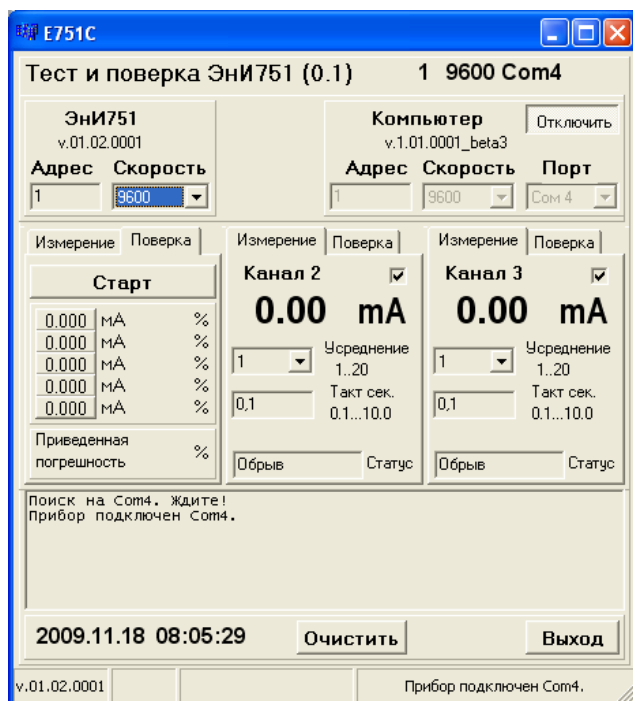
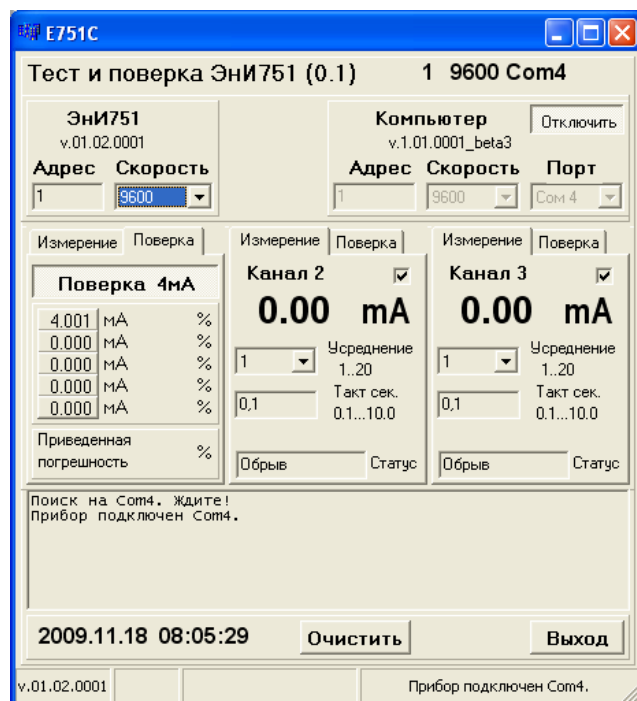
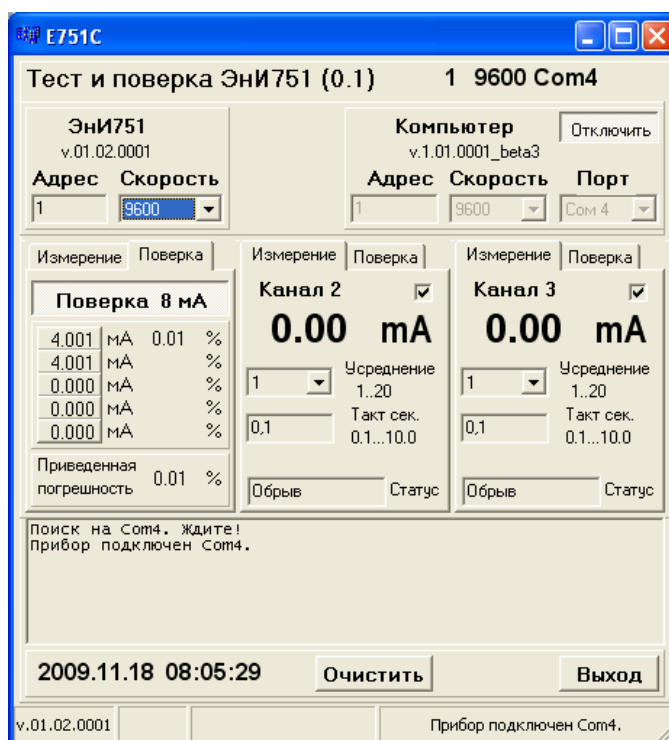

Рисунок 6 – Начало поверки ЭНИ-751
Рисунок 7 – Поверка текущей точки
Рисунок 8 – Результат расчета погрешности
9.8.7. При помощи прибора ИКСУ-2000 задать значение входного тока подключенного канала равным 4 мА, нажать кнопку «Старт» на вкладке «Поверка» (Рисунок 6) подключенного канала в окне компьютерной программы. На кнопке индицируется текущая поверочная точка (Рисунок 7). Начинается процесс измерения и расчета погрешности для заданного значения входного тока (время измерения погрешности не более 10 с при рекомендуемых установках параметров измерения). После завершения процесса измерения на вкладке «Поверка» фиксируется результат измерения и появляется результат расчета погрешности измерения тока. Надпись на стартовой кнопке указывает на следующую поверочную точку (Рисунок 8).